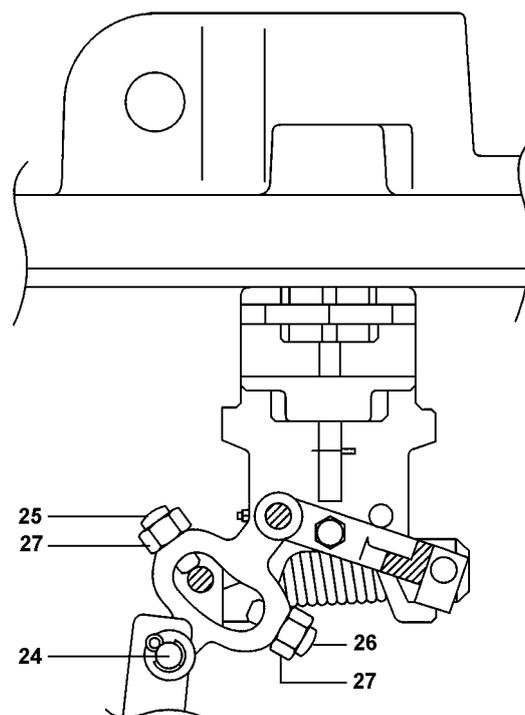

Fig. 8
Nota : Les vis de réglage (Fig. 8, rep. 25, 26) sont réglées en usine et ne doivent pas être dérégées pendant les procédures d'entretien suivantes.
- a) Enlever l'arbre (rep 24, Fig. 8) de la tige de commande et puis tourner le flotteur et la tige de commande à l'opposé des arcades.